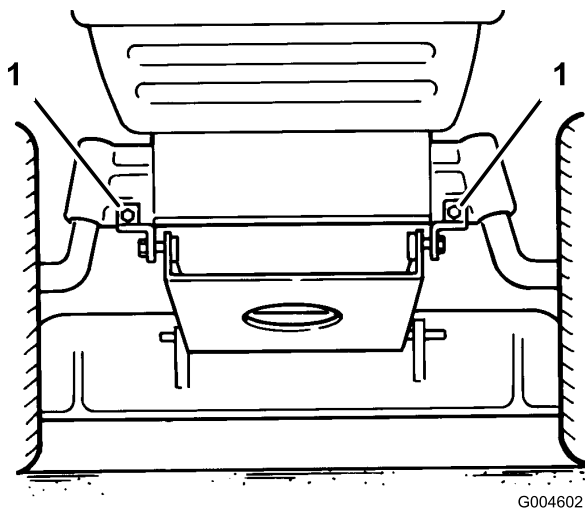

Figura 38
14. Baje los 2 soportes de pivote del cortacésped del eje delantero (Figura 38).
11. Instale los soportes de montaje del cortacésped al eje delantero con pernos y contratuercas (Figura 38).